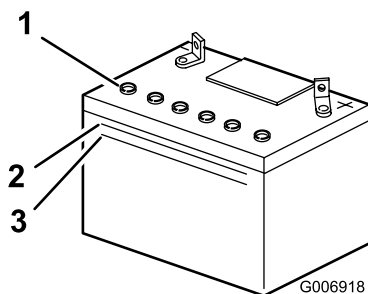

Figura 36
2. Mire hacia el lateral de la batería. El electrolito debe llegar a la línea superior (Figura 36).
Nota: no permita que el electrolito esté por debajo de la línea inferior (Figura 36).
2. Retire los tapones de llenado (Figura 36).
3. Vierta lentamente agua destilada en cada célula de la batería hasta que el nivel llegue a la parte inferior del tubo (Figura 36).